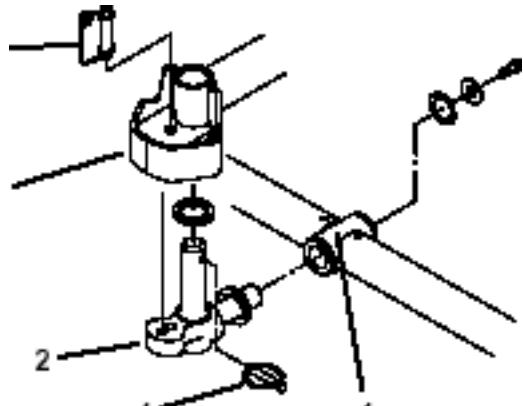

図 8
6. スラストワッシャを、ピボットナックルの水平シャフトに差し込む（図8）
7. ピボットナックルの水平シャフトをキャリアフレームの取り付け穴に差し込む（図8）
8. スラストワッシャ、平ワッシャ、フランジヘッドキャップスクリュを使って、ピボットナックルをキャリアフレームに固定する（図8）
9. ピボットナックルの垂直シャフトにスラストワッシャを差し込む（図8）
10. ピボットナックルの垂直シャフトを外している場合には、ここで昇降アームのピボットハブに差し込む（図8）。ピボットナックルを2枚のゴム製センタリングバンパー（昇降アームステアリングプレートの下）の間に挟む。
11. ピボットナックルシャフトのクロスホールにリンチピンを差し込む（図8）